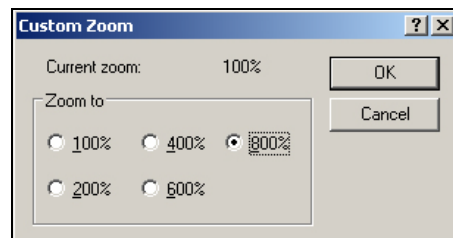

Figura 5-58: Personalizar zoom
- 2 Vá até *Exibir > Zoom > Personalizado*. A caixa de diálogo *Personalizar zoom* (veja Figura 5-58 na página 5-63) aparece.